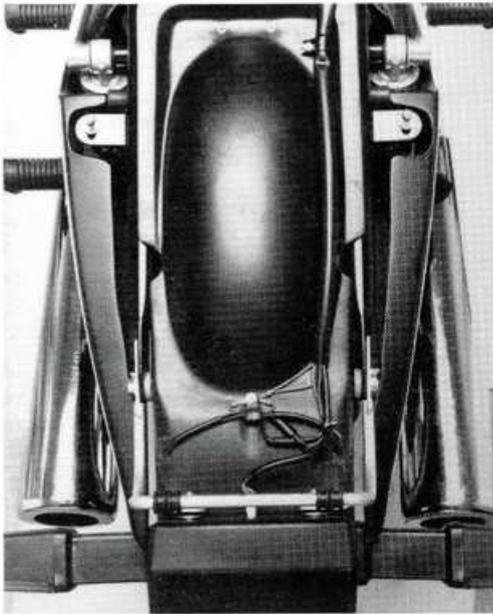

Fig. 205
**Maniglione (Fig. 205)**
**Grab rails (Fig. 205)**